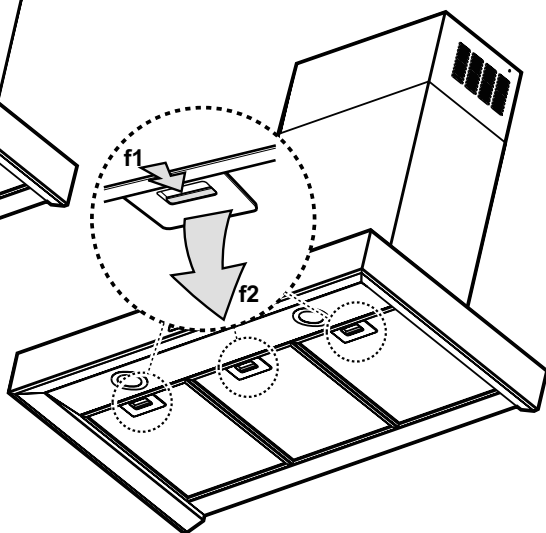

Fig. 2 - Abb. 2 - Afb. 2
Para desmontar el filtro antigrasa, tirar de la manija de desenganche de muelle (f) - (Fig. 2).
- b) Quitar los filtros antigrasa (Fig. 2).